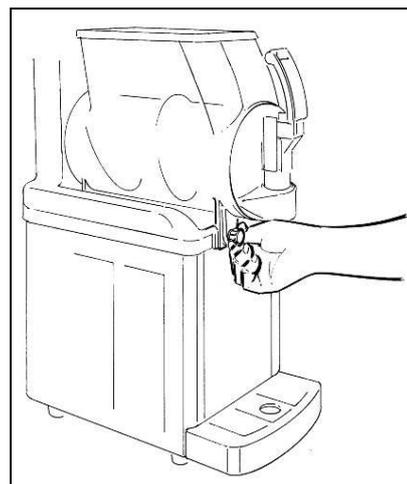

Fig. 5
- **Q**uitar y retirar los pomos (fig.5).